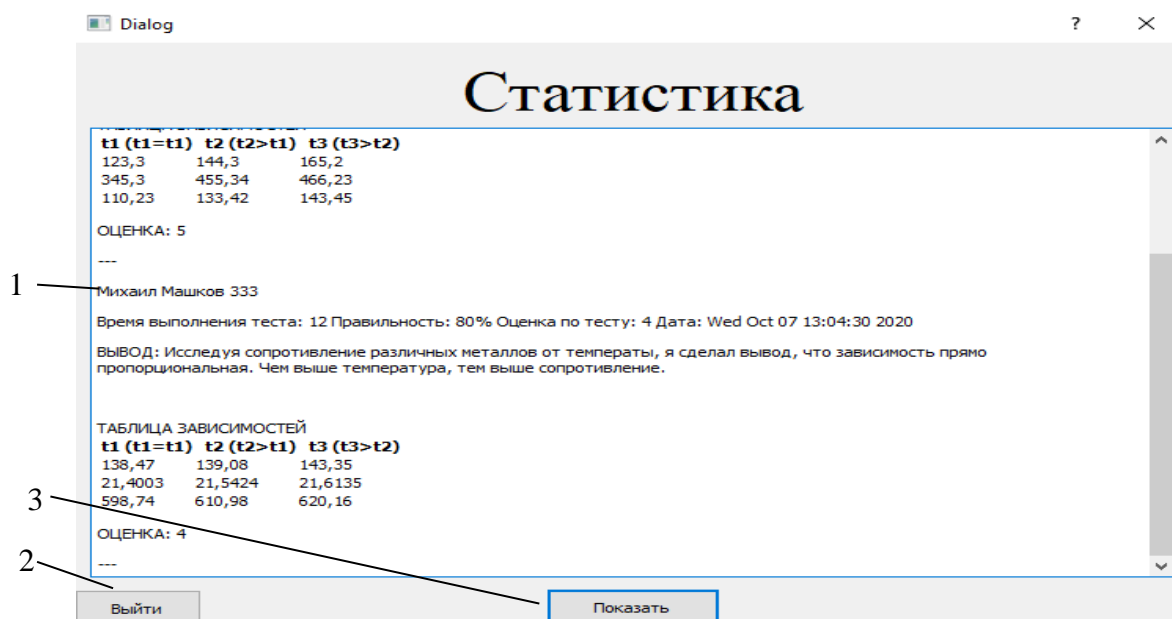

Рисунок 2.9 – Статистика для администратора
Статистика для администратора имеет общий вид, в ней представлены данные о всех пройденных ВЛР (рис.2.9).
3. Нажать кнопку «Статистика». Убедиться, что появится окно с общей статистикой (см. рис. 2.9).